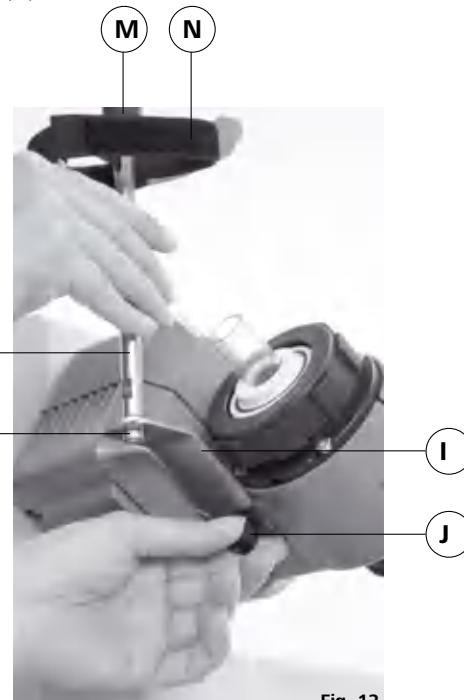

Fig. 12
- ☞ Monte la protección del refrigerador según se indica en la ilustración (fig. 12).
- ☞ Monte la chapa (I) con el tornillo moleteado (J).
- ☞ Introduzca la varilla de soporte (L) en la chapa (I) y fijela con la tuerca (K).
- ☞ Incorpore la protección de goma (M).
- ☞ Sujete la cinta de velcro® (N) en la varilla de soporte (L).
- ☞ Sujete el equipo de vidrio vertical con la cinta de velcro® (N).